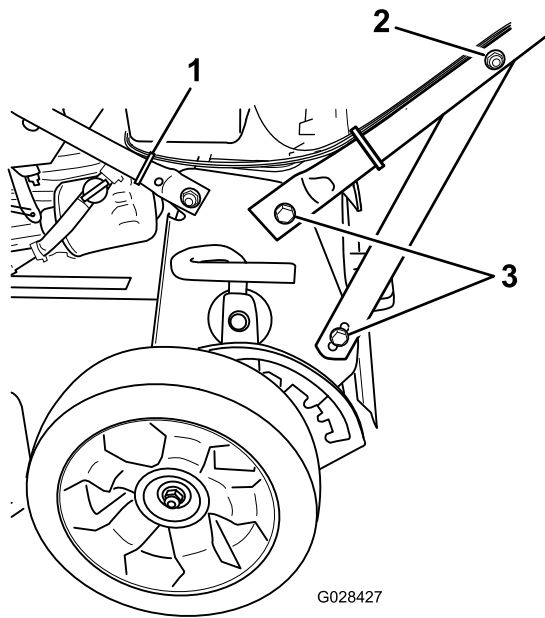

Bild 4
4. Ziehen Sie die Befestigungen an beiden Seiten der Maschine an, die den Holm stützen, wie in Bild 4 abgebildet.
2. Mutter an Holmstützhalterung (2)
3. Schraube (4)
5. Bringen Sie eine Kabelbinde an, um die Kabel an der in Bild 4 abgebildeten Stelle am Holm zu befestigen; schneiden Sie überschüssiges Material von der Kabelbinde ab.